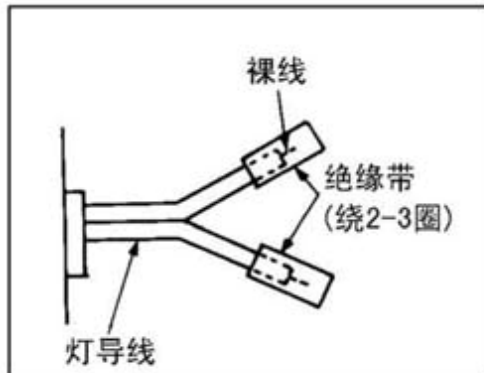
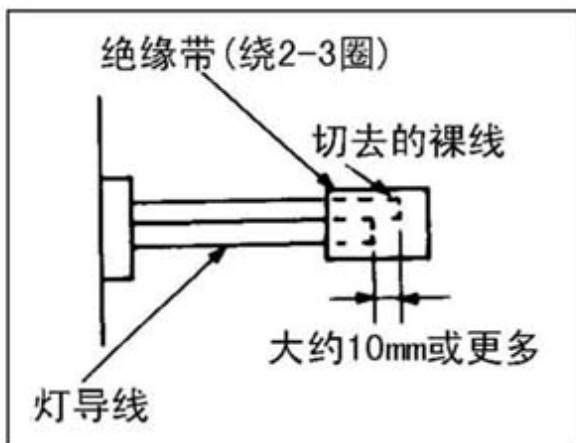

图 1
图 2
- (2) 当照明灯不使用时，导线末端必须如图 1 或图 2